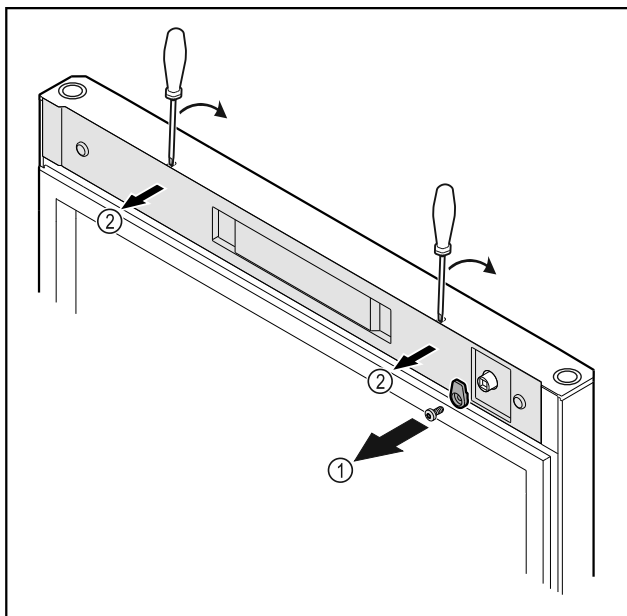

Fig. 16
- Odskrutkujte zatvárací hák Fig. 16 (1).
- Odistite kryt Fig. 16 (2) malým skrutkovačom a odoberte ho.